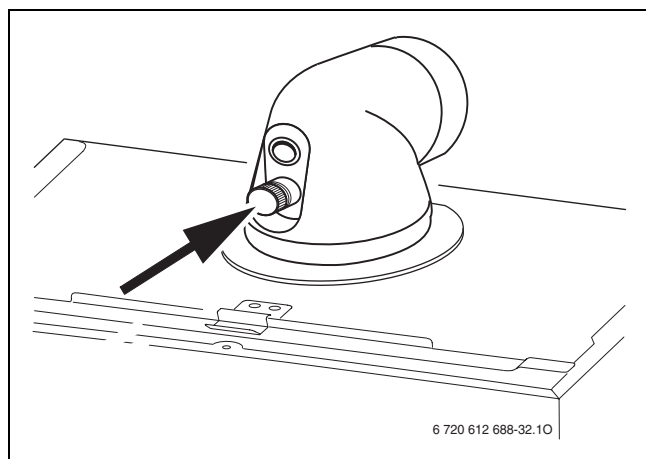

Fig. 39
- Rimuovere il tappo dalle prese di analisi combustione (→ fig. 39).